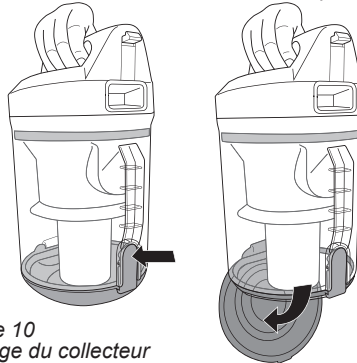

Figure 10
4. Ouvrez le clapet inférieur; pour ce faire, enfoncez le bouton dans la poignée (voir la figure 10).